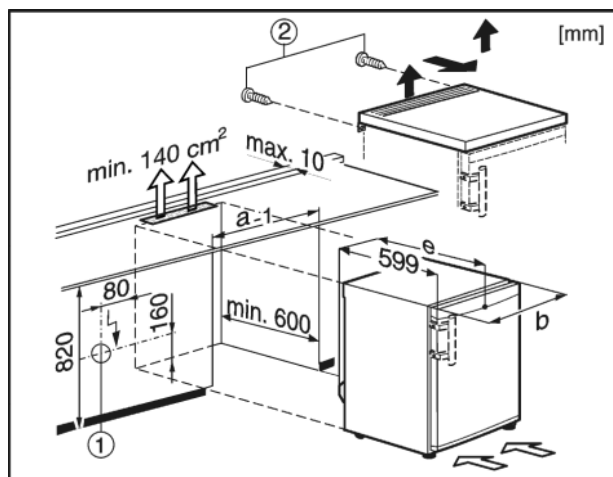

Fig. 9
Kontakligzdai Fig. 9 (1) jāatrodas ārpus ierīces aizmugures sienas un jābūt viegli pieejamai.
- ▶ noņemiet Fig. 9 (2) aiz mugures skrūves.